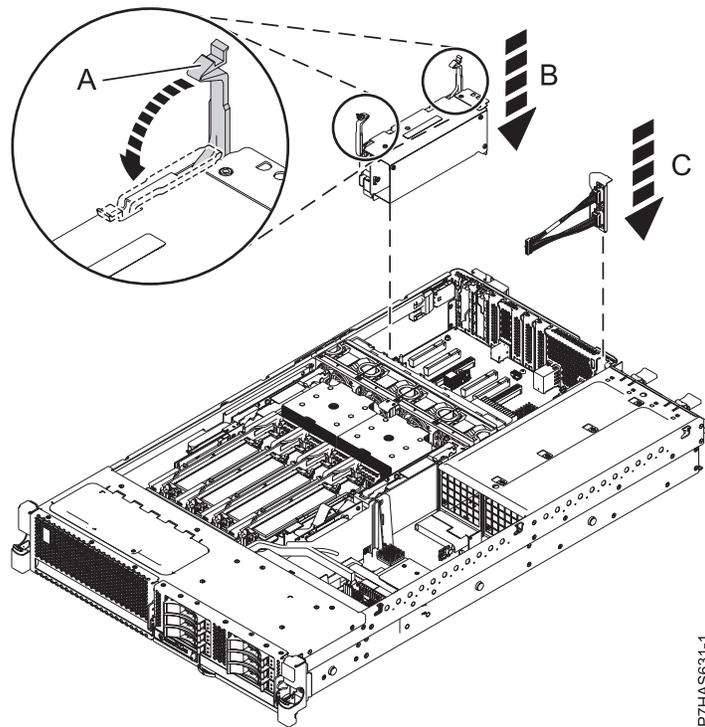

Abbildung 8. GX-Adapter FC EJ0G in einem System austauschen
1. Bereiten Sie die Installation des neuen Adapters vor, indem Sie die Verriegelungen (A) am Adapter (B) in die geöffnete Position ziehen. Abb. 8 zeigt die Installation des GX-Adapters mit dem Feature-Code (FC) EJ0G GX im System. Der GX++-Adapter FC EJ0G (12x-IB2-Adapter mit zwei Anschlüssen und 2-Port-SPCN-CD) wird in GX-Steckplatz 2 (P1-C8) installiert und der 2-Port-SPCN-Kabelsatz für FC EJ0G wird in GX-Steckplatz 1 (P1-C1) installiert.
2. Fassen Sie das Gehäuse des neuen GX-Adapters FC EJ0G vorsichtig an den Plastikverriegelungen (A) an (siehe Abb. 8) und richten Sie das GX-Adaptergehäuse an GX-Steckplatz 2 und seinem Anschluss an der Systemrückwandplatine aus.
4. Drehen Sie die Verriegelungen (A) gleichmäßig in die verriegelte Position (siehe Abb. 8).